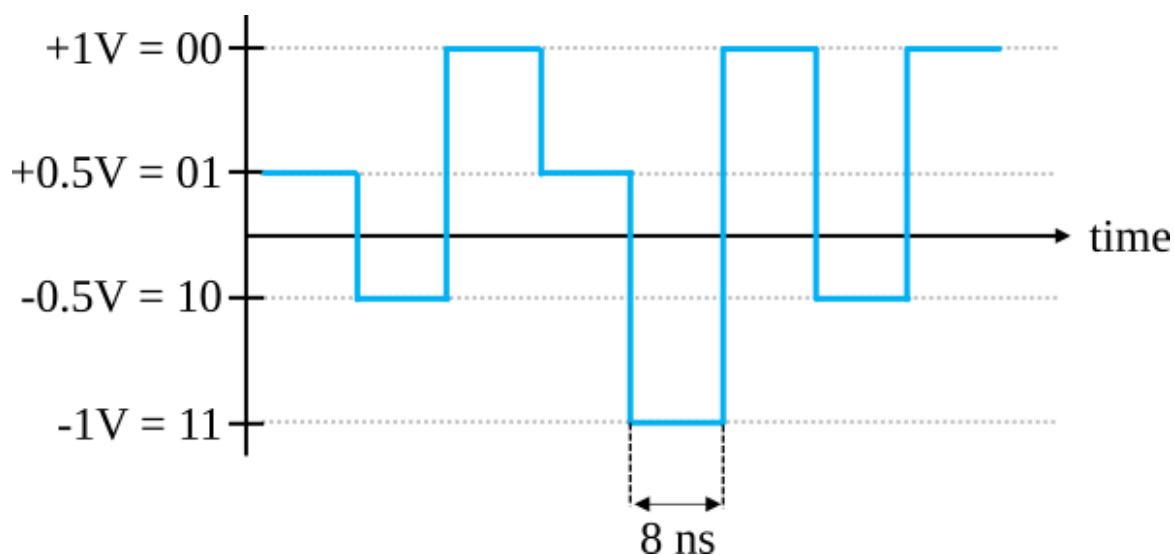

图 5.19: 以太网中的信号
以太网传输的信号如图 5.19。
1. 在图 5.19 中，每秒钟能够传输多少个 bit 呢？(bits per second, bps)